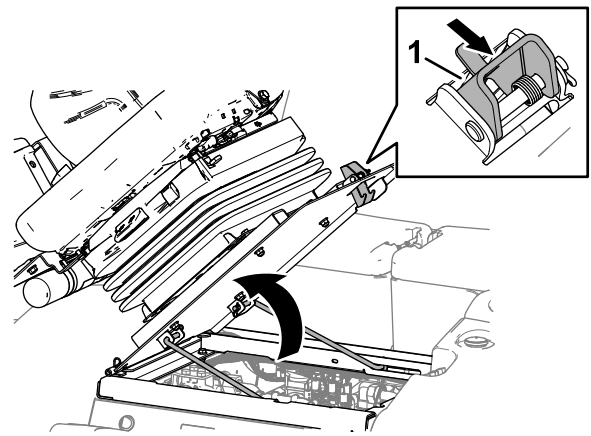

Figura 62
1. Mova o trinco do banco para fora (Figura 62).